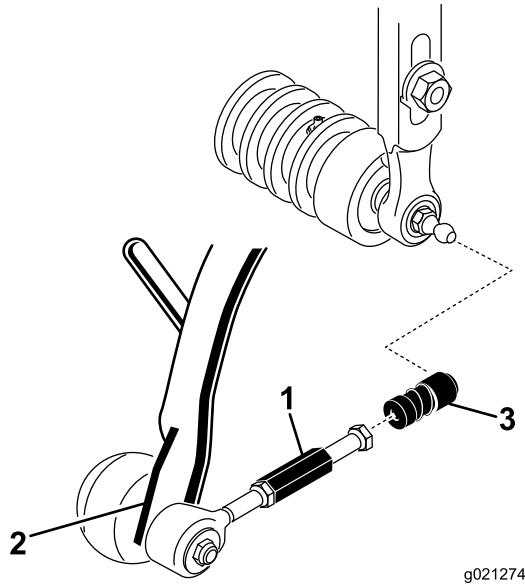

Bild 10
- Schieben Sie die Hülse an jeder Kugellageraufnahme zurück und haken Sie die Aufnahme in den Kugelbolzen des Mähwerks ein (Bild 10).